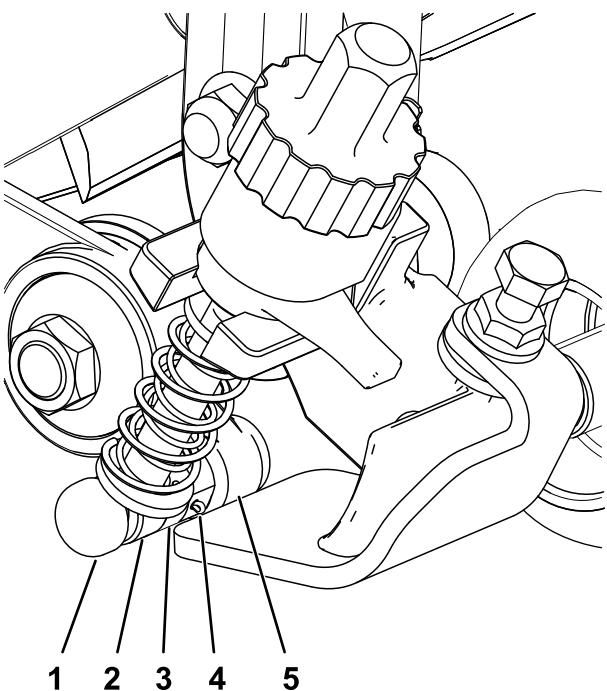

Figura 12
- Con el molinete inmovilizado, apriete la cabeza hexagonal del eje de la caja de transmisión a 135 – 150 N·m (100 – 110 pies-libra); consulte Figura 12.
3. En el lado del brazo libre, alinee la varilla del brazo de ajuste del soporte ADC con el collar de ajuste en el brazo libre y fíjela con un pasador de ajuste y una chaveta (Figura 12).